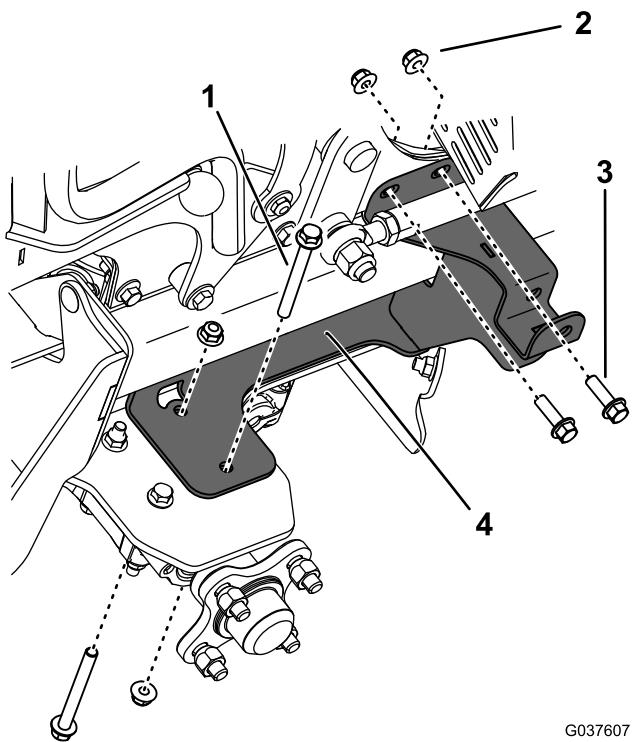

図 11
- 9. 右側取り付けブラケットから前ボルト2本とナット2個を外し、右側タワー・パネルから前ボルト2本とナット2個を外す図11。